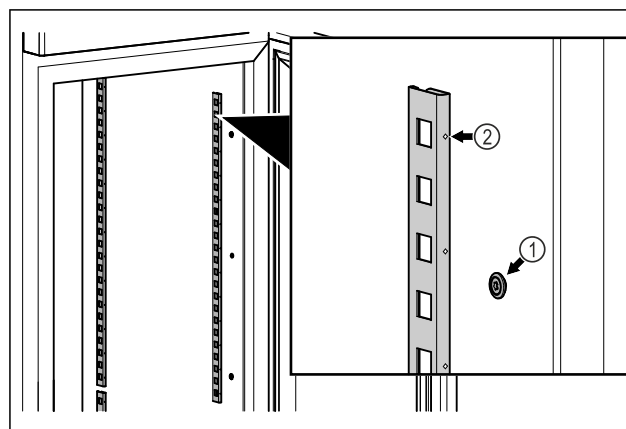

Fig. 54 Примерное изображение
- ▶ Навесьте фиксатор на крепление Fig. 54 (1). Отметка Fig. 54 (2) должна располагаться спереди.